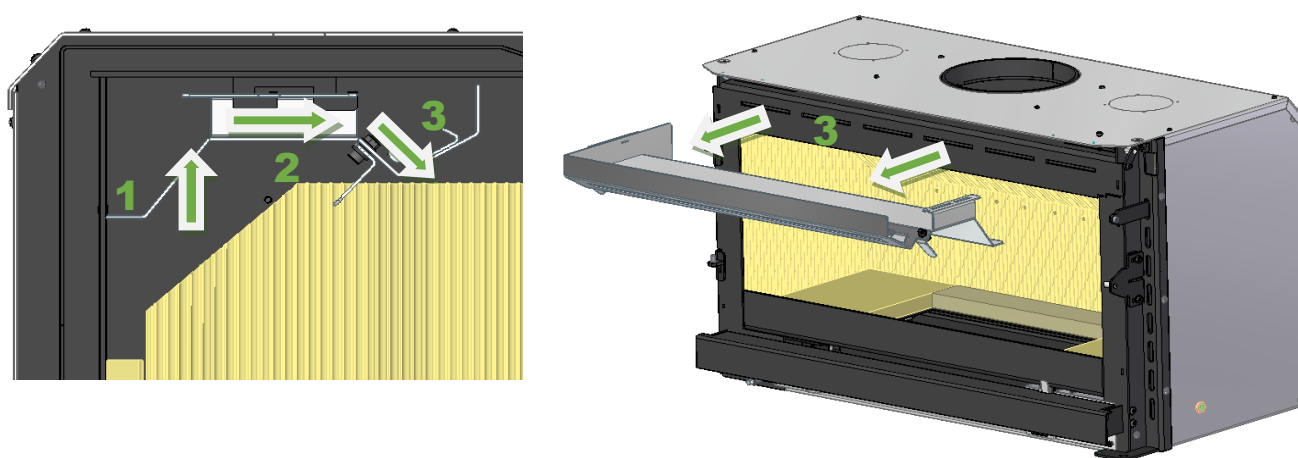

Figura 35 – Desmontaje del circuito de humos
2. Retire el canal de humo (B) empujándolo hacia la parte superior de la estufa (1). A continuación, mueva el canal de humo hacia delante (2), está suelto y retírelo moviéndolo hacia abajo (3), Figura 35.